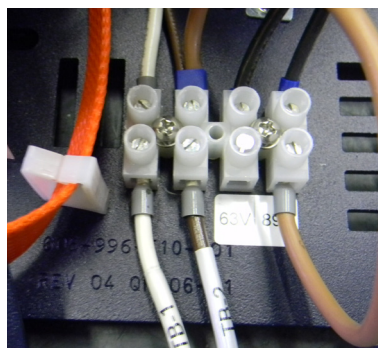

Fig. 1-8, Bloque de terminales de voltaje de salida
8. Conecte los cables de voltaje de doble salida en el bloque de terminales de voltaje de salida (Fig. 1-8) como se muestra. Apriete los tornillos del bloque de terminales a 7 pulg-lbs (0,79 N-m).